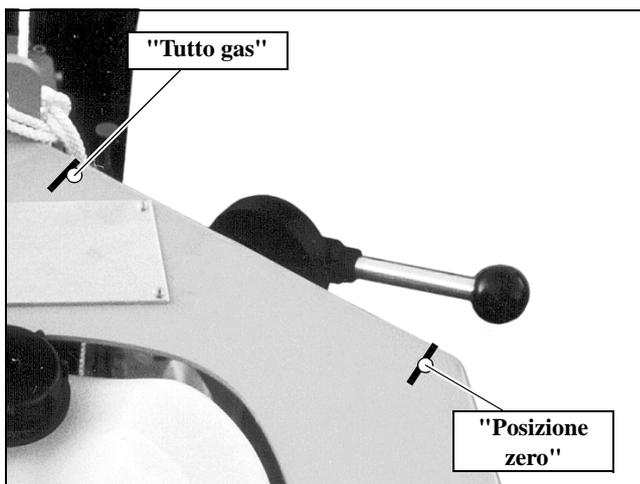

Fig. 5.3 Leva del gas (in figura in "posizione zero")
6. Agendo sulla leva del gas (Fig. 5.3), portare il motore ad un numero di giri leggermente superiore al minimo.
3. Portare la leva del gas in "Posizione zero" (Fig. 5.3) ed eventualmente spegnere il motore con il relativo interruttore, se il tagliagiunti ne possiede uno.